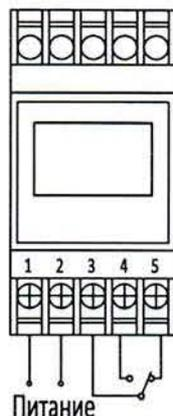

Рис. 5 KG10D-1Z
6.2.1.2 Реле KG10D-1Z имеет открытый и закрытый контакты. Схема подключения реле показана на Рис. 5.